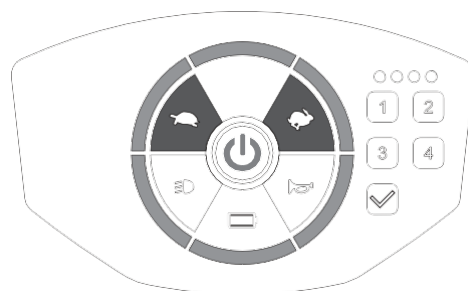

Bild 9
- Tryck på strömbrytaren för att få scootern i strömsparläge (röd lampa lyser) och tryck sedan på båda accelerations- []/inbromsnings- [] knapparna i 2 sekunder. Panellampan är helt tänd när scootern är redo för inställning av bakgrundsljus. (Bild 9)